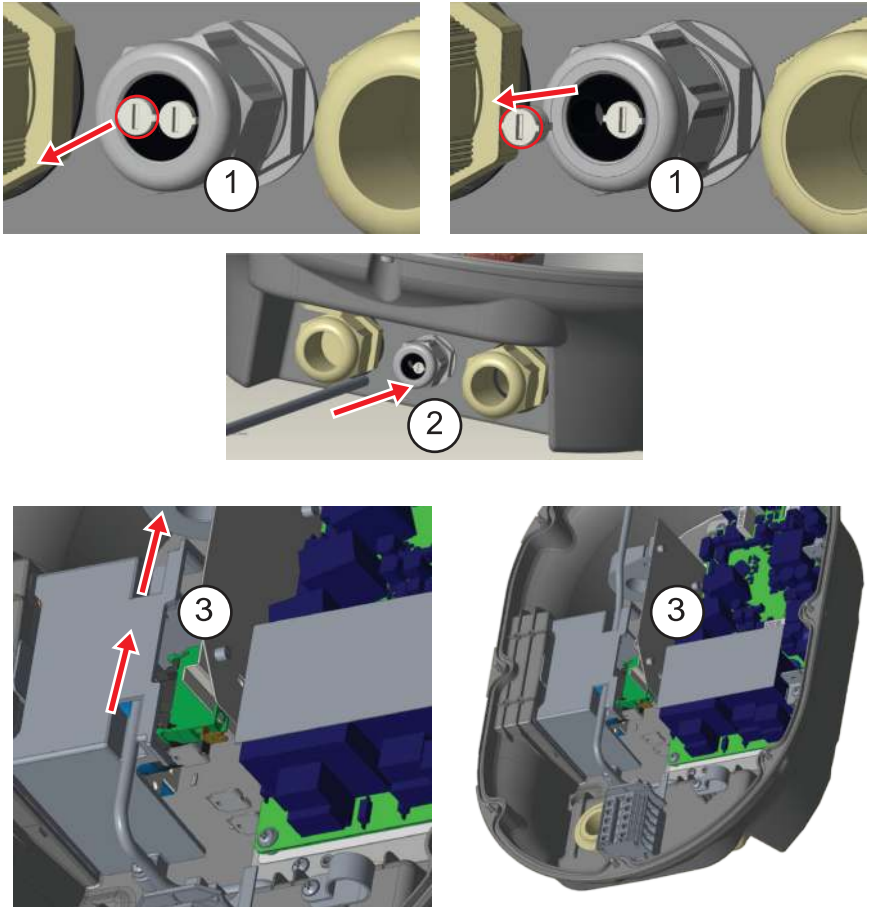

Abb.11: Datenkabelanschluss
3. Führen Sie das Kabel durch die Öffnungen des Haltewinkels wie in Abb.11 dargestellt.